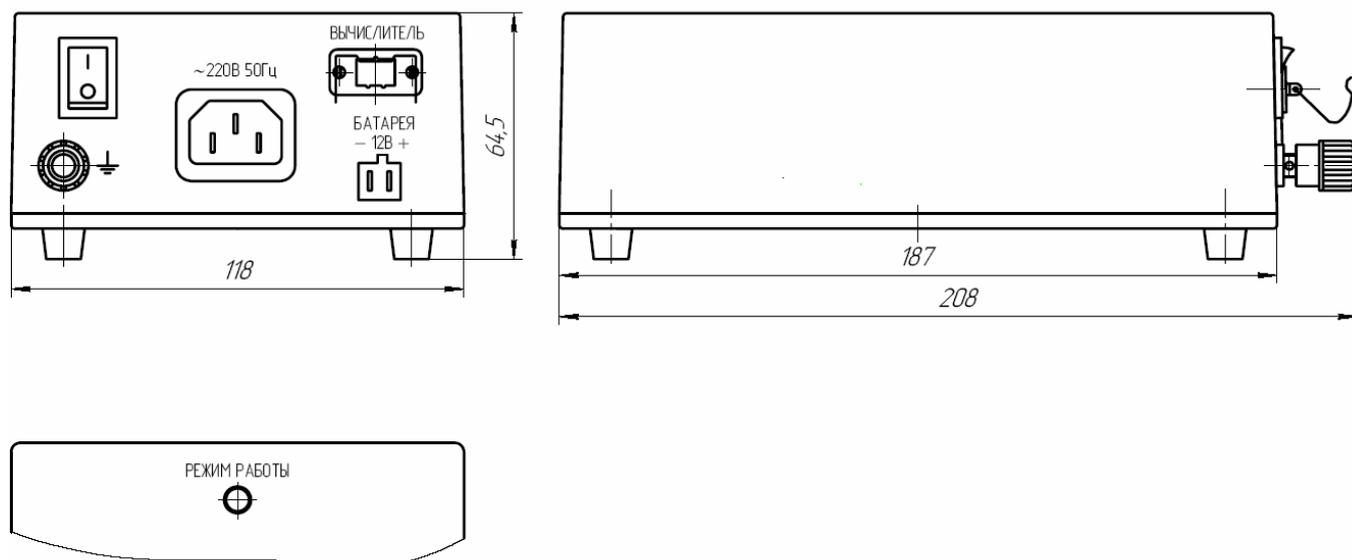

Рис. 1 – Чертеж общего вида
3.1.3 На передней панели расположен индикатор различных режимов работы блока питания (поз.1 на рис.1).
4.1.2.3 Для отключения блока питания в аварийной ситуации следует нажать кнопку включения/выключения (см. рис. 1) и отсоединить от сети кабель питания.
4.2.1.4 Для подачи напряжения подключите к сети переменного тока (220 В, 50 Гц) сетевой кабель, предварительно подключенный к соответствующему разъему (рис. 1).